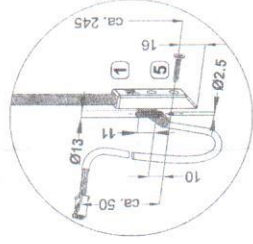

Abbildung 3: Detail STV-KÜ-T1-STV ohne Abdeckblech
Flügeltteil (1) bei Verwendung ohne Abdeckblech (Abbildung 3):
- Bohrung 2 x Ø 13 mm bzw. Langloch durch die Beschlagnut (ca. 245 mm vertikal unter der Ø 8 mm Rahmenteilbohrung, abhängig vom Profil-/Band-Drehpunkt) und für Schraube (5) vorbohren (Ø 2,5 mm)